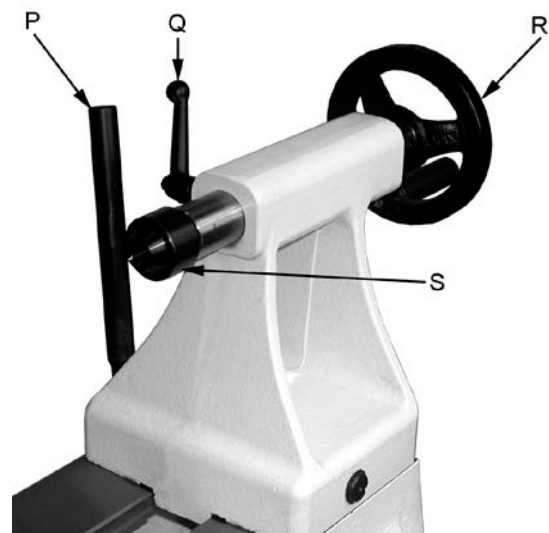

Fig. 33
Tourner le volant (R, Fig. 33) dans le sens des aiguilles d'une montre pour sortir le fourreau et bloquer le levier de serrage (Q).